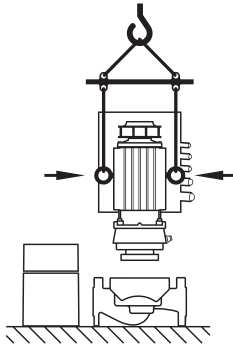

Fig. 9: Transportul motorului
- În cazul în care acest lucru este necesar, de exemplu în cazul lucrărilor de reparații, ochetii de transport se vor muta de pe flanșa motorului pe carcasa motorului (a se vedea de exemplu Fig. 9). Înainte de montajul ochetilor de transport pe carcasa motorului deșurubați distanțierile din deschizăturile pentru ochetii de transport (Fig. 7, Poz. 20b) (a se vedea capitolul 10.2.1 „Schimbarea garniturii mecanice“ la pagina 49).
- Dacă ochelii de transport sunt sau au fost mutați de pe flanșa motorului și au fost montați pe carcasa motorului, aceștia sunt acceptați numai pentru purtarea sau transportul ansamblului motor cu rotor hidraulic (Fig. 9), însă nu și pentru transportul întregii pompei sau pentru extragerea ansamblului motor cu rotor hidraulic din carcasa pompei.